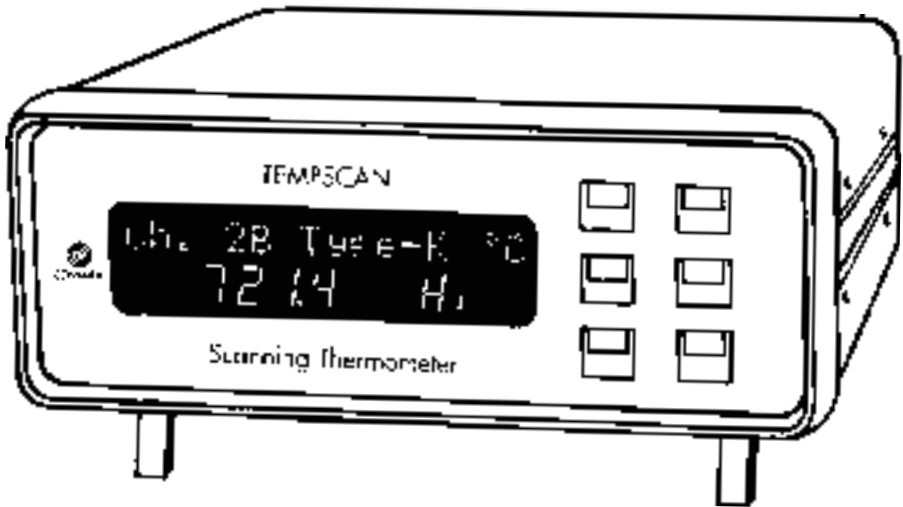

FIG.1 VUE D'ENSEMBLE DU C8600
2.1 Présentation de l'appareil — Voir Fig.1